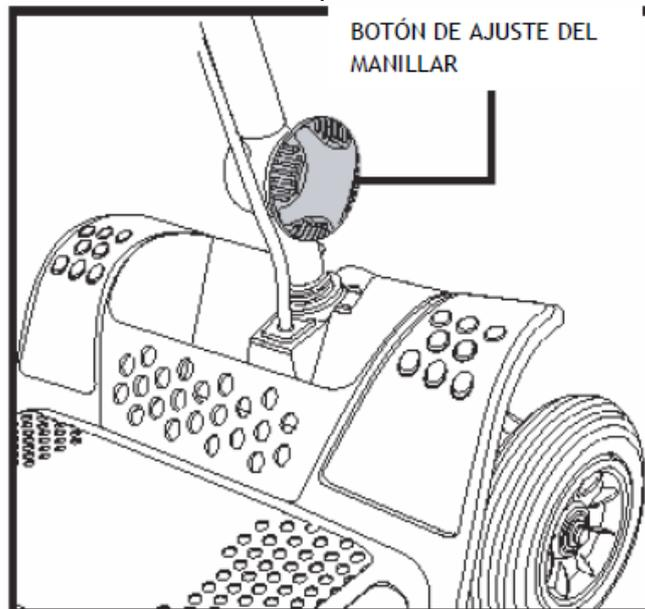

Figura 9. Botón de ajuste del manillar
1. Mientras sujeta el manillar, gire el botón de ajuste del manillar en sentido contrario a las agujas del reloj para aflojar el manillar. (Ver la figura 9).